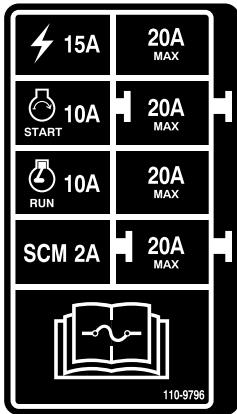

Figure 62
**Important: Si vous devez remplacer un fusible, utilisez toujours un fusible de même type et de même intensité que celui d'origine, car vous pourriez sinon endommager le système électrique. Reportez-vous au schéma et à l'intensité de chaque fusible sur l'autocollant apposé près des fusibles (Figure 62).**